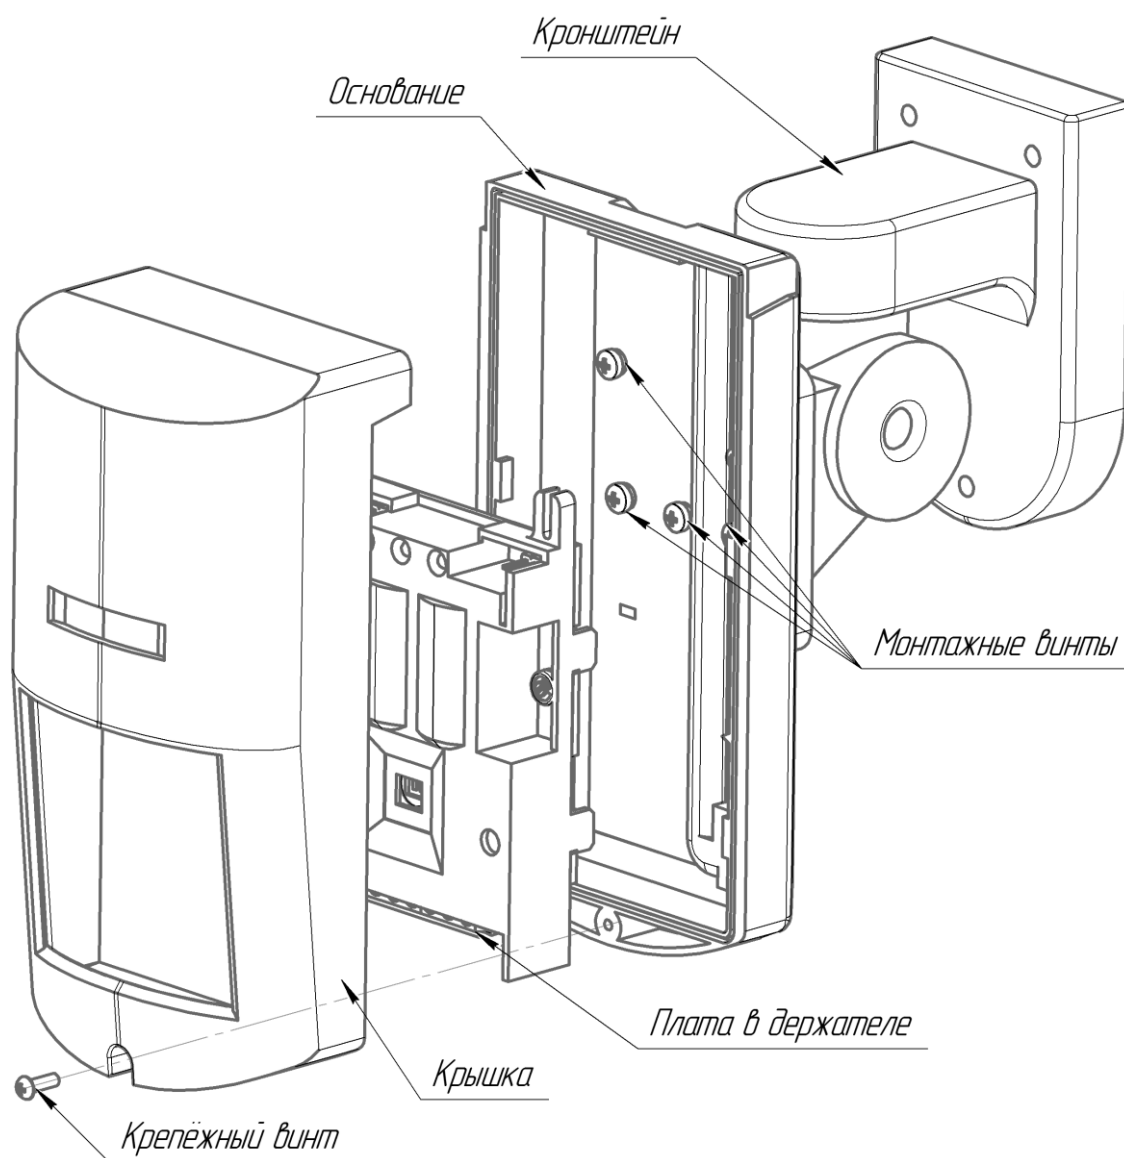

Рисунок 1
- в) открутить крепёжный винт, расположенный в нижней части лицевой панели (рисунок 1), отсоединить крышку от корпуса;